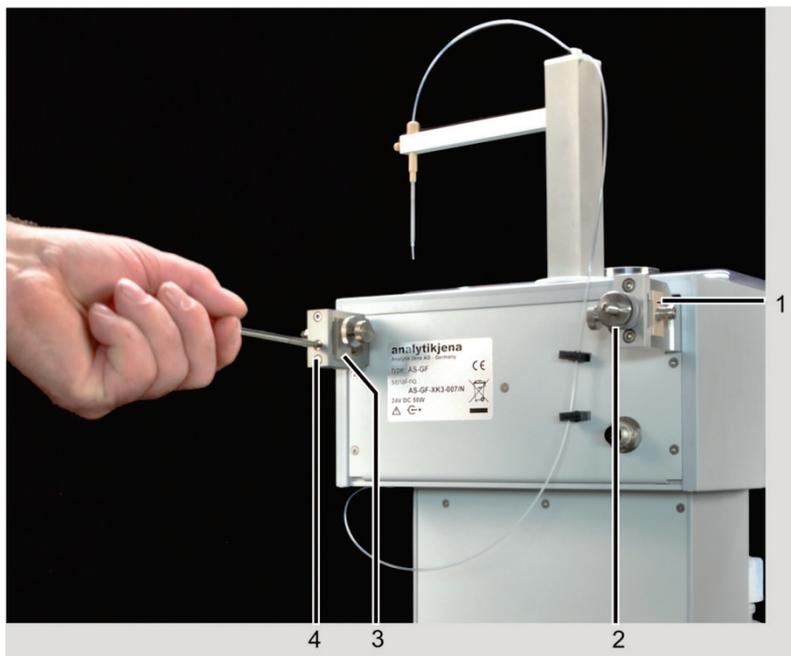

Fig. 37 Alignement de l'AS-GF avec vis de réglage et vis d'ajustage 1
5. En cas de besoin, aligner l'AS-GF par rapport au four (ajustage grossier) : Pivoter manuellement le bras de prélèvement par l'ouverture de dosage dans le tube en graphite. Si le tuyau de dosage ne rencontre pas l'orifice, le dispositif d'accrochage du passeur d'échantillon doit être décalé vers l'avant ou l'arrière. Pour cela, décrocher le passeur d'échantillon du compartiment à échantillons. Décaler le dispositif d'accrochage à droite et à gauche à l'aide de la vis d'ajustage 1 et de la vis de réglage (2 et 4, Fig. 37)